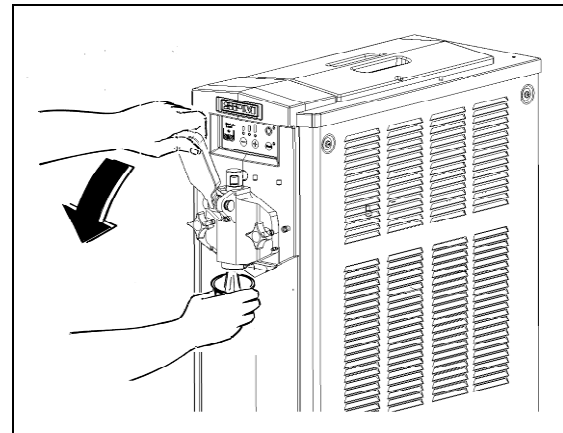

Fig. 13
- Riempire la vasca superiore di acqua tiepida e svuotare la macchina (fig.13) in modo da fluirla rimuovendo così la maggior parte di prodotto residuo.